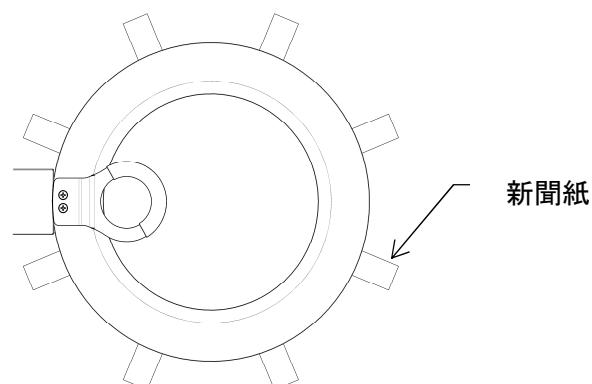

図8-13
- ・その紙を(図8-13)の様にドアパッキンとドアロ金の間に挟み、ドアを閉めます。この時、水分は十分拭取られ、しばらくドアを開放し乾燥されていなくてはなりません。